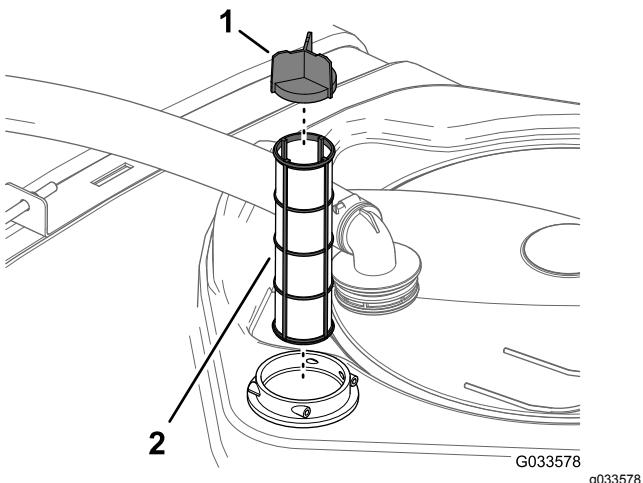

Figure 47
4. Sortez la crêpine d'aspiration du logement du filtre dans le réservoir (Figure 47).